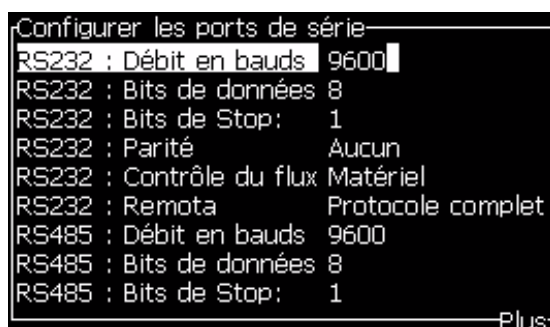

Figure 4-20: Configurer la boîte de dialogue Ports de série
- 2 Sélectionnez l'option *Configuration du port de série* et appuyez sur la touche *Entrée*. La boîte de dialogue *Configurer port de série* apparaît (voir la section Figure 4-20).